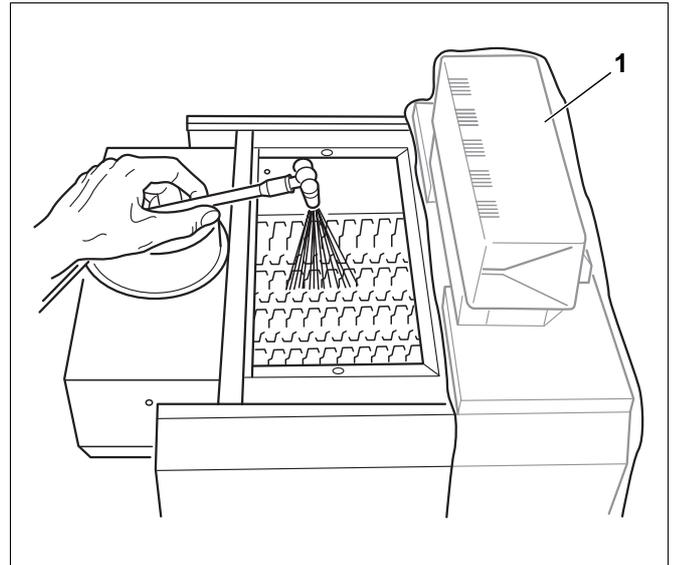

Abb. 40 Heizkessel nass reinigen
- Regelgerät mit Folie (Abb. 40, **Pos. 1**) abdecken. Es darf kein Sprühnebel in das Regelgerät dringen.
- Heizgaszüge von oben gleichmäßig mit dem Reinigungsmittel einsprühen (Abb. 40).